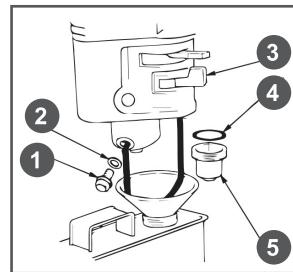

Рис. 28 Обслуживание фильтра-отстойника
1. Установите рычаг топливного крана 3 (Рис. 28) в положение «ЗАКРЫТО».
3. Открутите болт 1 сливного отверстия и слейте топливо из поплавковой камеры карбюратора (Рис. 28).
4. Открутите стакан отстойника 5, вылейте из него топливо в заранее подготовленную емкость (Рис. 28).
- Слейте топливо из топливного бака и карбюратора (Рис. 28).